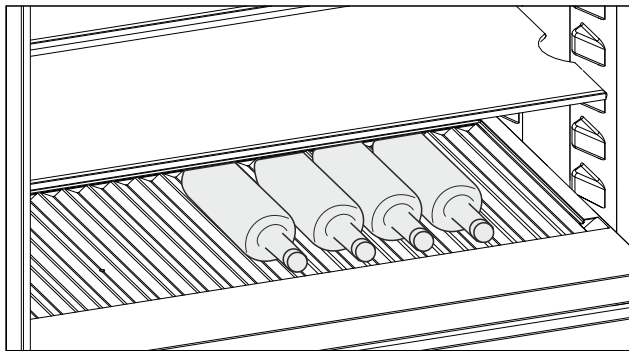

Fig. 255 Beispielhafte Darstellung
- Flaschen mit dem Boden nach hinten zur Rückwand einlegen. (siehe Fig. 255)